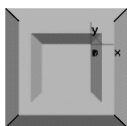

图 3-116 拾取要过渡的边
(6)单击按钮,弹出“过渡”对话框,输入半径“20”,拾取如图 3-116 所示的边。单击按钮,完成操作,作图结果如图 3-117 所示。